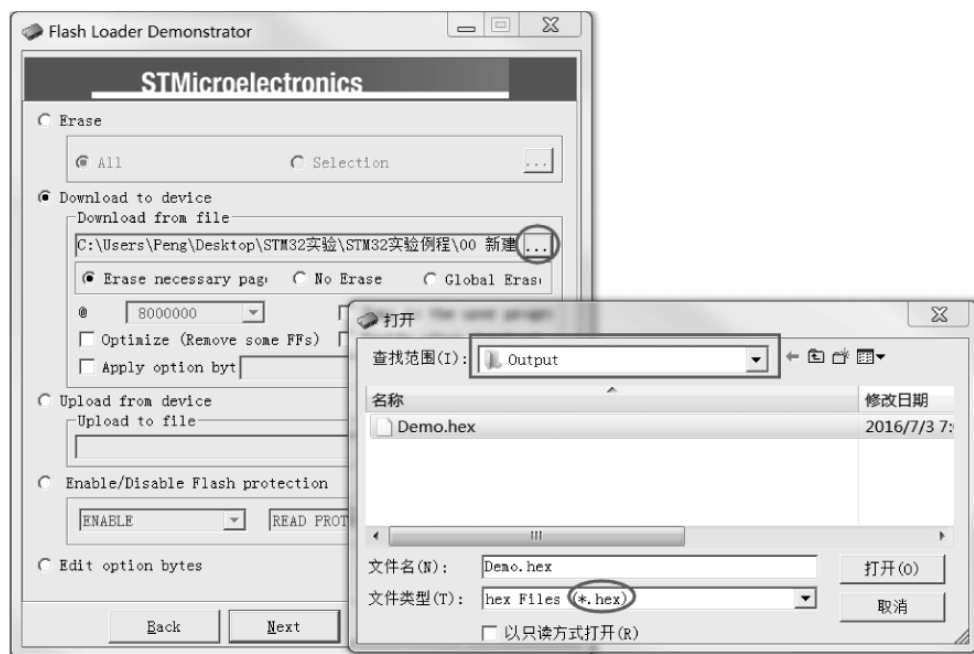

图 5.32 找到 .hex 文件
(6) 如图 5.32 所示,在 Download from file 处需要打开下载文件。单击圆圈中的浏览按钮,在弹出的浏览窗口中定位到该工程的 Output 文件夹,并选择打开该文件夹下的 .hex 文件。然后单击 Next 按钮进入下一步。